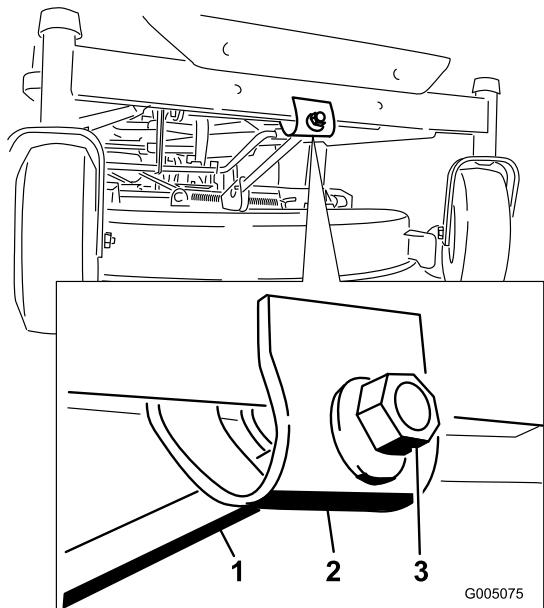

Figura 43
- Para ajustar la inclinación longitudinal, gire la tuerca de ajuste de la parte delantera del cortacésped (Figura 43).